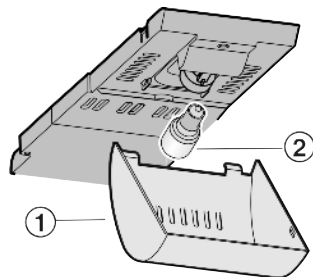

Fig. 16
- ▶ Saisir le recouvrement Fig. 16 (1) devant et le faire décliper derrière.
- ▶ Remplacer l'ampoule Fig. 16 (2).
- ▶ Remettre en place le recouvrement Fig. 16 (1).